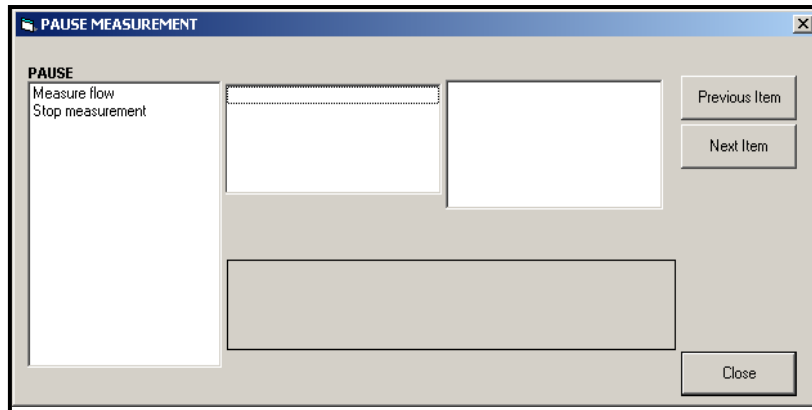

Figura 17: A janela *Pausa na medição*
2. Expanda a opção *Edit Functions (Editar funções)* e clique duas vezes na entrada *Pause Measurement (Pausar medição)*. Será aberta uma janela semelhante à *Figura 17* abaixo.